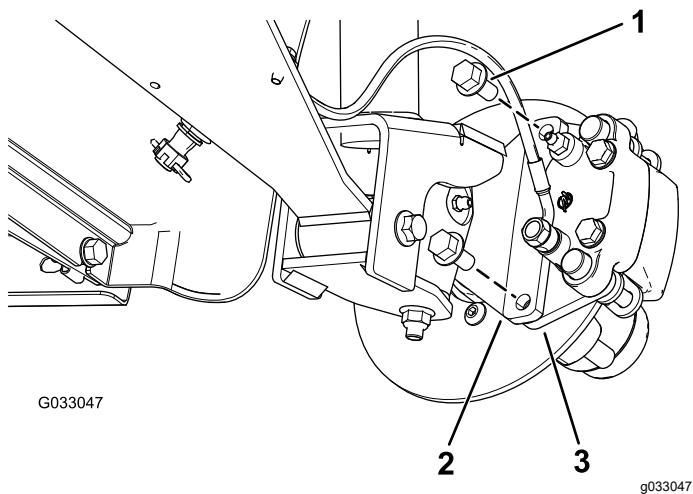
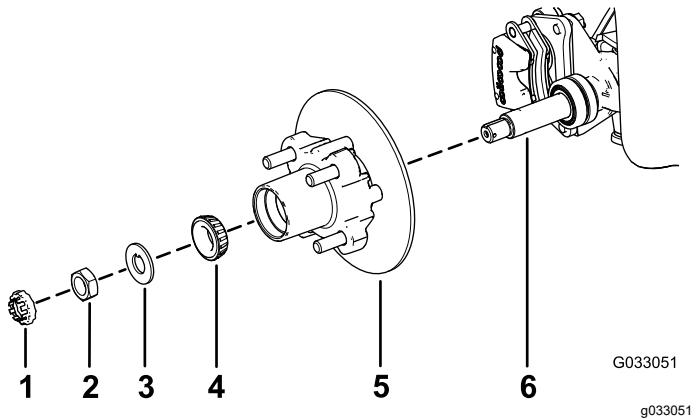

図 29
図 33
- ブレーキアセンブリ用のブラケットをスピンドルに固定しているフランジヘッドボルト $\frac{3}{8}'' \times \frac{3}{4}''$ を外してスピンドルからブレーキを取り外す 図 29。
1. スピンドルに所定のグリスを薄く塗る図 33。
2. ハブとロータをスピンドルに取り付ける。ロータを内側にすること図 33。
3. スピンドルに外側ベアリングを取り付けてレースにはめる図 33。
4. スピンドルにタブワッシャを取り付ける図 33。
5. スピンドルにスピンドルナットを取り付け、ハブを回してベアリングを着座させながらナットを  $15 \text{ N}\cdot\text{m} 1.52 \text{ kg.m} = 11 \text{ ft-lb}$  に締めつける図 33。
2. ブレーキパッドをロータのそれぞれの側に合わせ図 29、キャリパブラケットの穴と、スピンドルフレームのブレーキ取り付け部の穴を整列させる図 33。
3. キャリバーブラケットをスピンドルフレームに固定する図 29フランジヘッドボルト $\frac{3}{8}'' \times \frac{3}{4}''$ 2本を使用する。